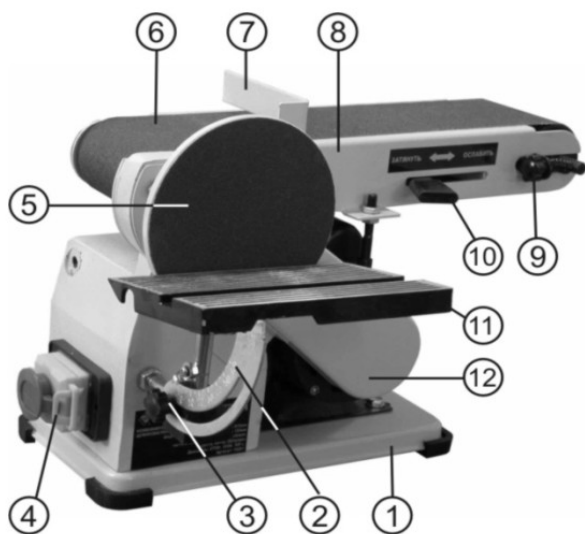

Рис.2
### 12.1. Смена и регулировка шлифовальной ленты (Рис. 2)
12.1.1. При необходимости установки новой шлифовальной ленты (6) переместите рукоятку (10) в сторону ведомого ролика шлифовальной ленты. Шлифовальная лента (6) ослабнет, и в это время можно снять старую шлифовальную ленту и заменить ее на новую. После этого переместите рукоятку (10) в сторону ведущего ролика шлифовальной ленты. Если шлифовальная лента (6) натянулась слабо или не совмещена по центру, отрегулируйте ее вращением винта регулировки (9), Рис.2. Проверьте правильность установки шлифовальной ленты (6) вращением ее вручную в направлении ведущего ролика. При включении машины шлифовальная лента (6) должна находиться в средней части роликов.
12.3.1. Ослабьте фиксирующий винт, Рис.3, снимите шлифовальный диск (5) и кожух ремня (12), Рис.2.
12.3.5. Установите и закрепите кожух ремня (12), Рис.2. Установите шлифовальный диск (5) и затяните фиксирующий винт, как показано на рисунке 3.
Установите четыре резиновые подушки (Б), Рис.1, на углы станины (1), Рис.2. Установите машину на горизонтальную ровную и устойчивую поверхность верстака, исключив возможность опрокидывания машины при работе.
Ослабьте две фиксирующие гайки (15), как показано на Рис.7 (одна гайка находится снизу) и установите стол шлифовальной ленты (8), Рис.2, на нужный угол от 0° до 90°. Затяните фиксирующие гайки (15) перед началом работы.